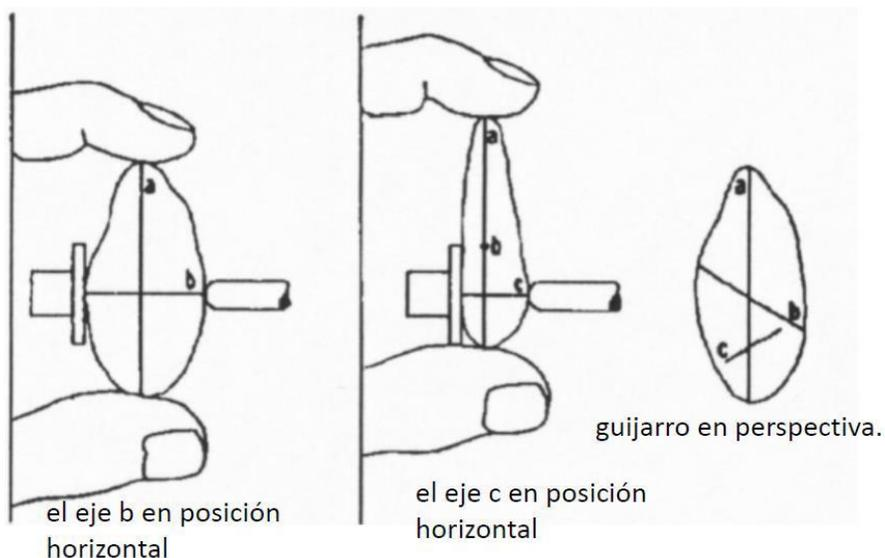

Figura 1. Medición de los ejes principales de la partícula, a= eje mayor; b= eje intermedio y c= eje menor.
**2) Forma de la Partícula:** De acuerdo con Sneed y Folk (1958) y Zing (1954). Elabore una tabla como en el ejemplo de la Tabla 1 con los diámetros medidos de cada partícula (Figura 1) y exprese los cálculos realizados. Ubique la partícula en los diagramas correspondientes (Figuras 2 y 3), con base en los valores obtenidos. Identifica la forma obtenida.